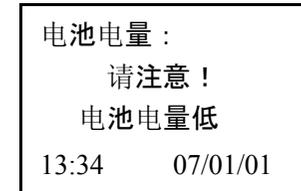

图 31 电压报警
4. 7 电池报警 当仪器内的可充电电池电量过低时，仪器会提示用户，然后，仪器将自动关机，此时请对仪器进行充电，以保证正常使用和电池寿命，如上图 31。